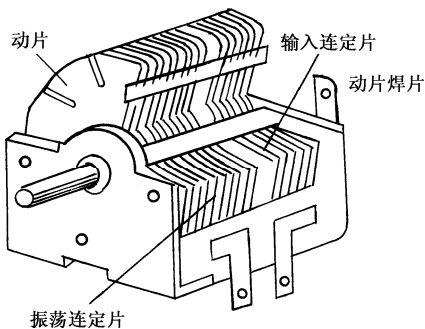

图 1-25 差容双联可变
- ③ 差容双联可变电容器：由两组不同容量的同轴可变电容器组成。图 1-25 所示为差容空气介质双联可变电容器，多用于电子管超外差收音机上。